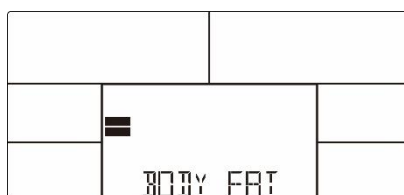

Bild 22
3. Håll båda händerna på pulsmätarna under mätningen. Skärmen visar meddelandet " = " " = " (bild 22) i åtta sekunder innan datorn slutför mätningen.